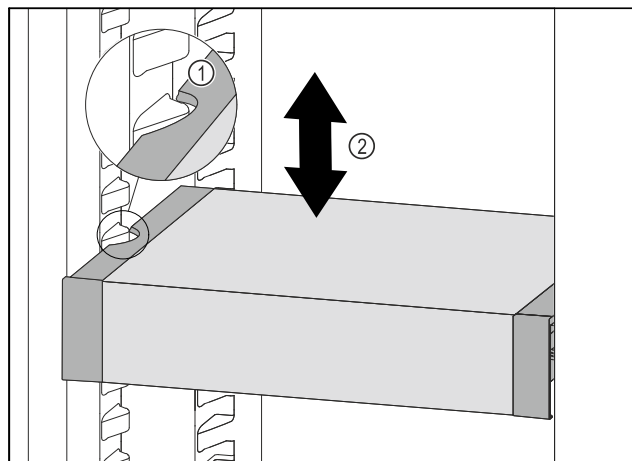

Fig. 183
- VarioSafe vucite prema naprijed sve dok se bočni otvori VarioSafe ladice ne nađu na visini žlijeba spremnika u hladnjaku. Fig. 183 (1)
- Pomičite ladicu VarioSafe u hladnjaku prema gore ili dolje sve dok ne dosegnete željenu visinu. Fig. 183 (2)